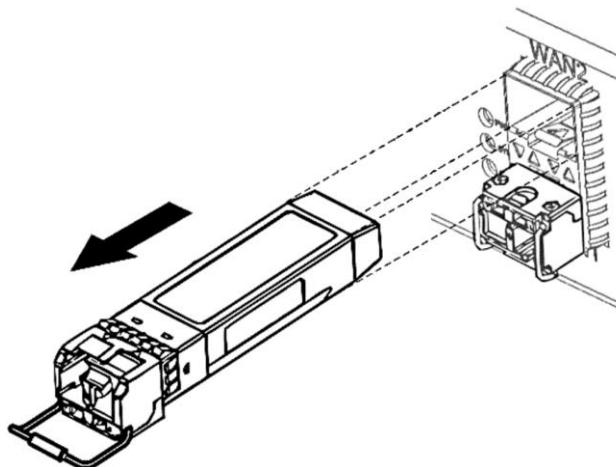

Рисунок 30 – Извлечение SFP-трансивера из слота
- извлеките трансивер из слота (рисунок 30).